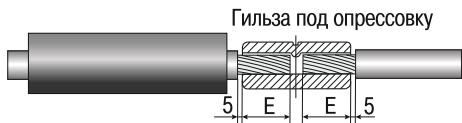

Рисунок 5
4.9 При соединении жил гильзами под опрессовку удалить изоляцию с жил на длине  $E+5\text{мм}$  (рисунок 5).
4.12.1 Установить на соединяемые жилы гильзу и произвести опрессовку. Секторные жилы перед опрессовкой должны быть скруглены пассатижами, лёгким обиванием киянкой или специальным инструментом (рисунок 5).